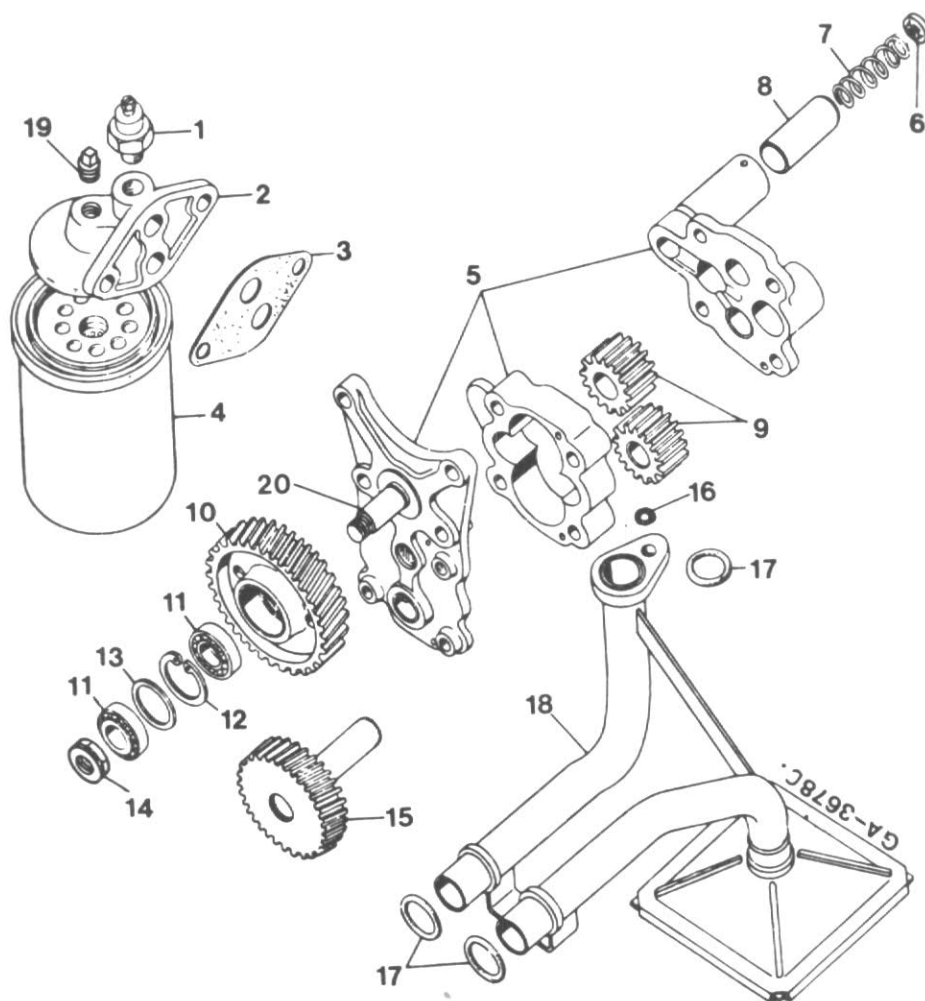

Figure 169
NOTE: Un écrou auto-bloquant (14) fig. 169 remplace l'ancien système de serrage qui comprenait l'écrou et les rondelles freins.
CARACTERISTIQUES fig. 169